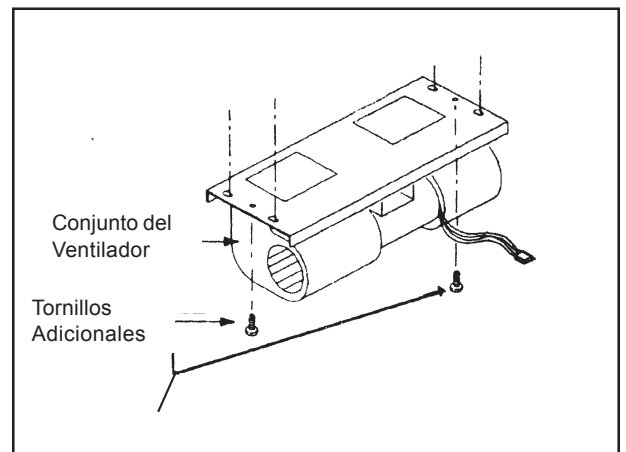

Figura 12d
4. Fije dos tornillos adicionales como se muestra en la Figura 12d.
Verifique que los dos tornillos adicionales en la Figura 12d estén instalados y bien apretados antes de proceder.